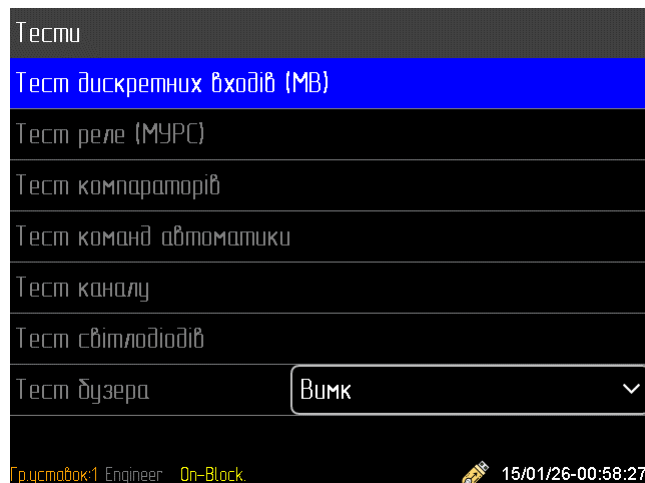

Рисунок 5.8.1.1 – Тести
Тест дискретних входів (MB) дозволяє перевірити рівень напруги, за якого спрацьовує дискретний вхід та правильність роботи контролю наявності «землі» на ланцюгах, гальванічно зв'язаних з клямками входу (рис. 5.8.1.2)